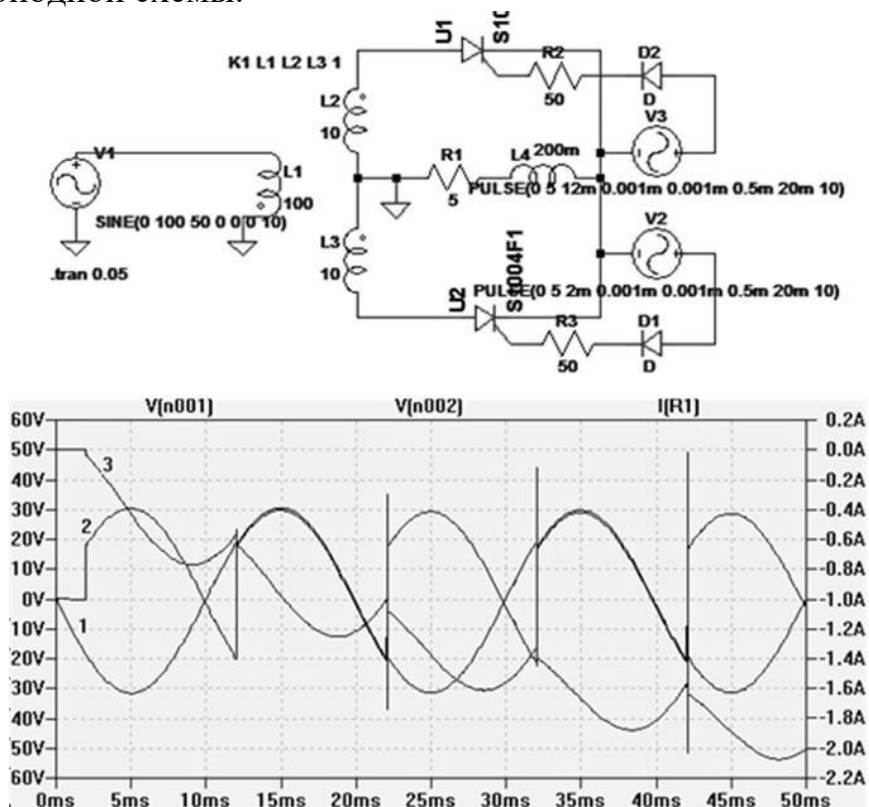

Рис. 2. Схема управляемого двухполупериодного выпрямителя со средней точкой и осциллограммы напряжений на его входе (1), выходе (2) и тока в цепи нагрузки (3)
На рис.2 представлена схема двухполупериодного управляемого выпрямителя со средней точкой и осциллограммы напряжений на его входе (1), выходе (2) и тока в цепи нагрузки (3) в переходном режиме. Характер нагрузки – активно-индуктивный, $\omega L_4/R_1 = 314 \cdot 0,2/5 = 12,56 > 5$, что обеспечивает достаточно хорошее сглаживание тока нагрузки.